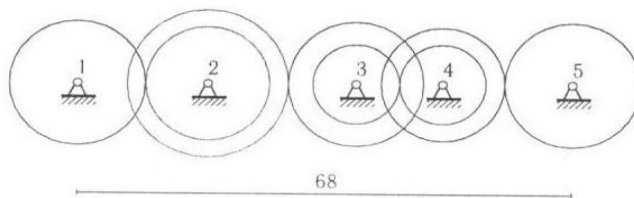

Рис. 7
**Задача 7.** Оси колес фрикционной передачи расположены на одной прямой (рис. 7). Даны радиусы колес  $r_2 = 10$  см,  $R_2 = 13$  см,  $r_3 = 7$  см,  $R_3 = 11$  см,  $r_4 = 7$  см,  $R_4 = 10$  см, расстояние между крайними осями 68 см и угловые скорости  $\omega_1 = 33$  с-1,  $\omega_5 = 91$  с-1. Найти радиусы колес 1 и 5.